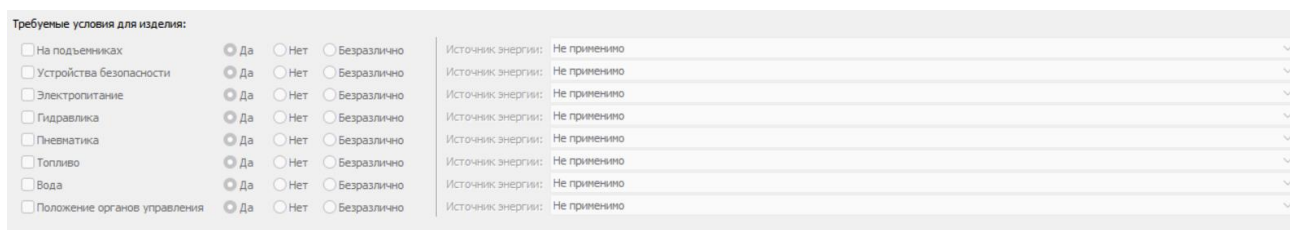

Рисунок 837
5) Ввод данных, находящихся в группе **Требуемые условия для изделия** в нижней части окна недоступен, блок необходим для совместимости со старыми версиями программы. (рисунок 837).